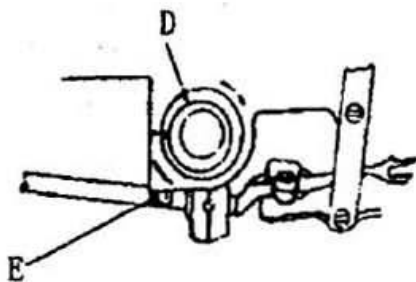

图 21
- 旋松紧固螺栓“E”，左右移动偏心支承套“D”，达到上述要求时，旋紧紧固螺栓“E”（图21）。
- ①旋松紧固螺栓“E”(图21),周向转动偏心支承套“D”,使钩线叉在右端时达到上述要求。